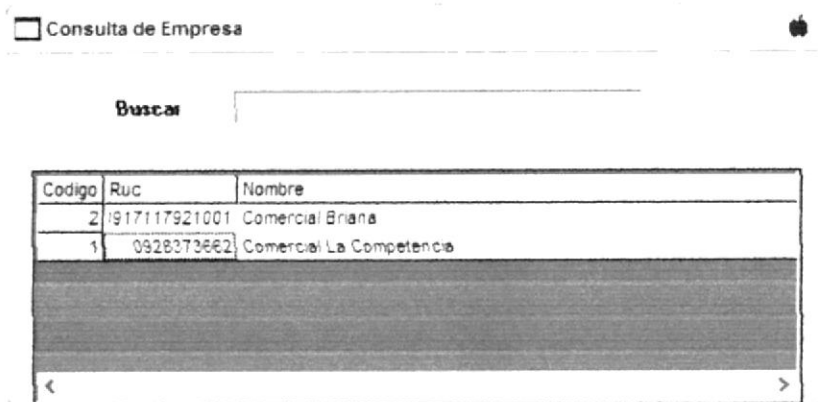

Figura 5.16 Pantalla de Consulta de Empresa
1. Dar clic en el botón de Búsqueda Ruc  y aparecerá la pantalla de consulta de Empresa. (Ver Figura 5.16).
2. Elija la Empresa que desea modificar dando doble clic en el nombre de esta en la Pantalla "Consulta de Empresas" (Ver Figura 5.16) y volverá automáticamente a la pantalla anterior con todos los campos llenos.